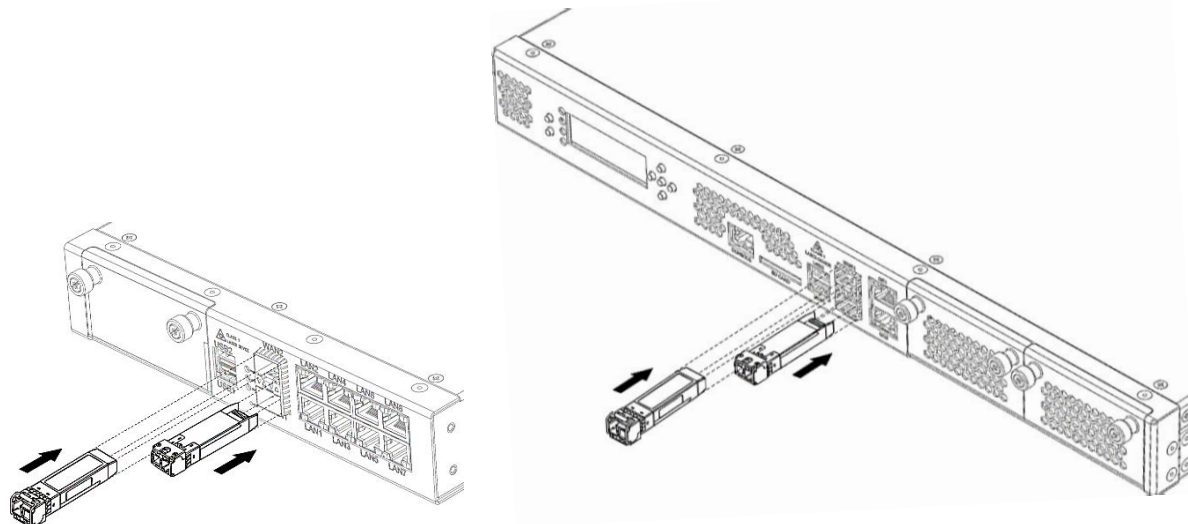

Рисунок 59 – Установка SFP-трансиверов в слоты изделия
1. Установка SFP-трансиверов в верхний встроенный слот изделий КРПГ.465614.001-04, КРПГ.465614.001-05 и КРПГ.465614.001-18 – КРПГ.465614.001-25, КРПГ.465614.001-33 осуществляется защелкой (этикеткой) вверх, а в нижний слот защелкой вниз (рисунок 59).